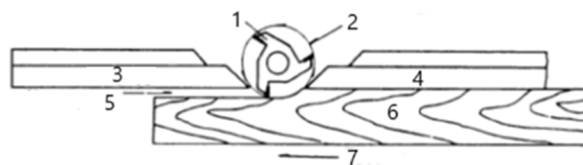

Figura 2
2. Cuando la operación de modelado elimina todo el borde de la pieza (es decir, al unir o hacer un cordón completo), el borde moldeado no quedará apoyado en la guía trasera cuando ambas guías estén alineadas como se muestra en la figura 2. En este caso, la pieza de trabajo debe avanzar hasta la posición que se muestra en la figura 2 y detenerse.